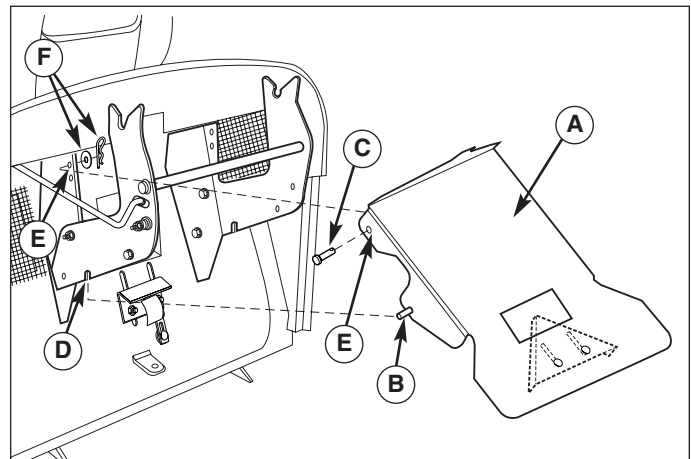

Figure 5. Prallblech
2. Die Prallblechstützen (B, Abbildung 5) in die Kerben schieben.